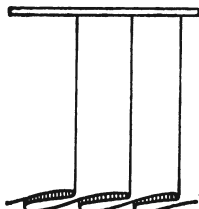

Рис. 184
*Односторонняя складка* может быть заложена в обоих направлениях. Однако если заложен непрерывный ряд складок, то их надо расположить влево, в направлении застежки (рис. 184 позволяет увидеть глубину складок на изнаночной стороне).
*Встречная складка* формируется из двух односторонних, сложенных в разных направлениях и прижимающихся одна к другой (сравнивая рис. 184 и 185, вы убедитесь, что как односторонние, так и встречные складки образованы тремя слоями ткани).
При сравнении рис. 184 и 185 вы увидите, что разница между складками состоит в способе образования их глубины.